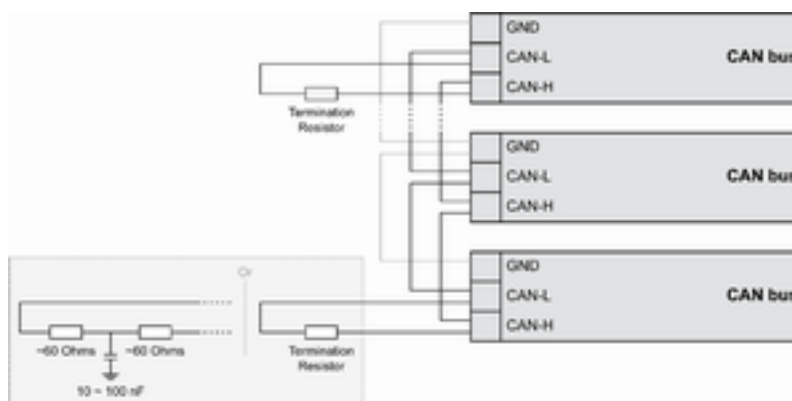

Abb. 57: CAN-Bus - Abschlusswiderstand
Der Abschlusswiderstand wird zwischen CAN-H und CAN-L angebracht (Abb. 57).
- Teilen Sie den Abschlusswiderstand in 2 x 60 Ohm. Die Mittelanzapfung muss über einen Kondensator von 10 bis 100 nF mit der Erde verbunden werden (Abb. 57).